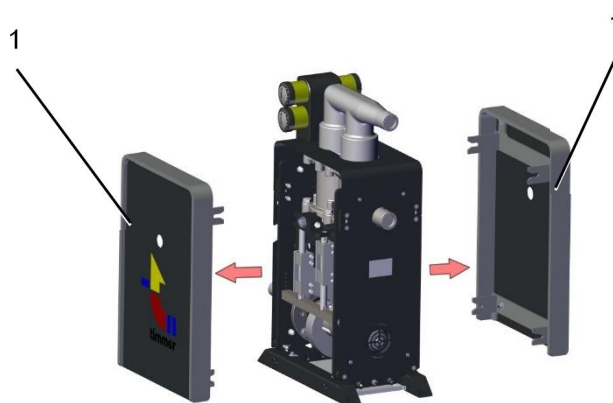

图 4-3：拆卸侧护板
3. 沿箭头所示方向取下侧护板 (1) (图 4-3：拆卸侧护板)。